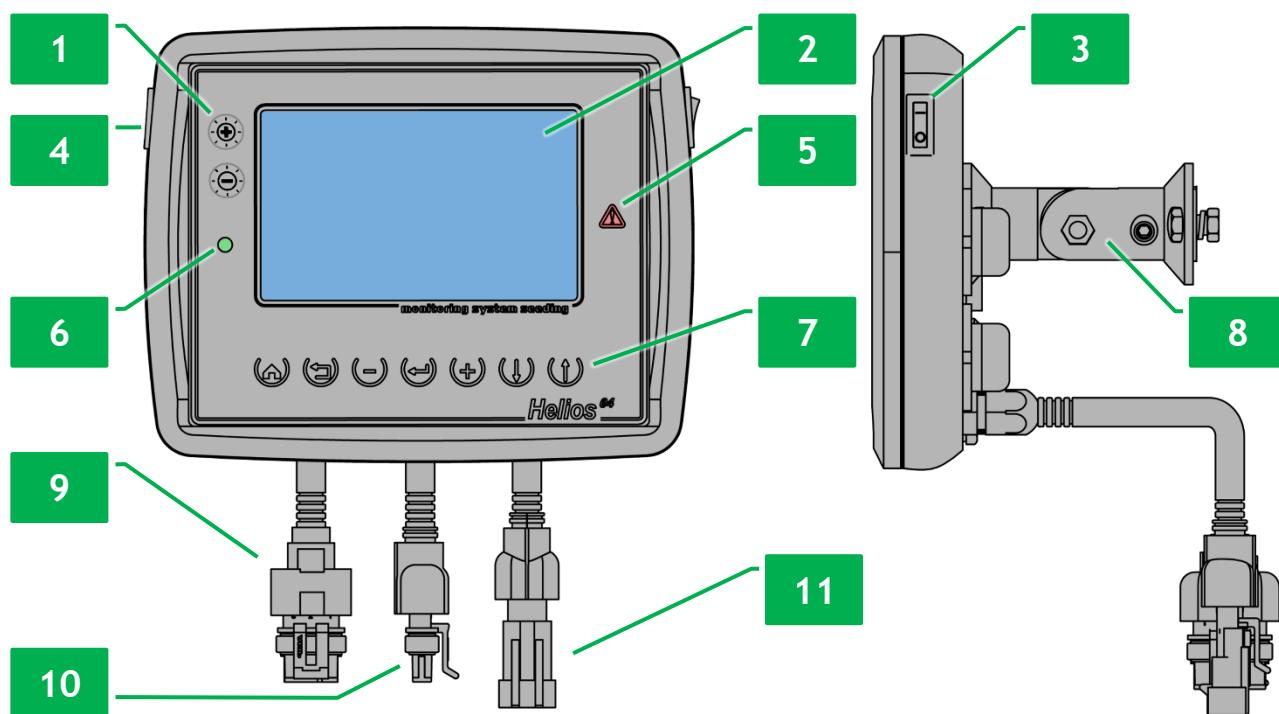

Рисунок 1 Панель оператора
Внешний вид и органы управления панели оператора изображены на «Рисунок 1». Панель оператора состоит из следующих элементов:
- выключатель питания (см. Рисунок 1 п.3);
- индикатор питания (см. Рисунок 1 п.6);
- кронштейн крепления панели оператора (см. Рисунок 1 п.8);
- кнопки управления панелью оператора (см. Рисунок 1 п.1 и п.7). Их графическое обозначение, название и краткое описание содержатся в «Таблица 1».
- экран панели оператора (см. Рисунок 1 п.2).
- разъем для установки карт памяти формата microSD(см. Рисунок 1 п.4).
- кабельный ввод жгута датчика скорости движения (см. Рисунок 1 п.9).
- кабельный ввод жгута связи RS-485 (см. Рисунок 1 п.10).
- кабельный ввод жгута питания (см. Рисунок 1 п.11).
- индикатор аварии (см. Рисунок 1 п.5).
⁴ Аварийный световой индикатор показан на «Рисунок 1», п.5